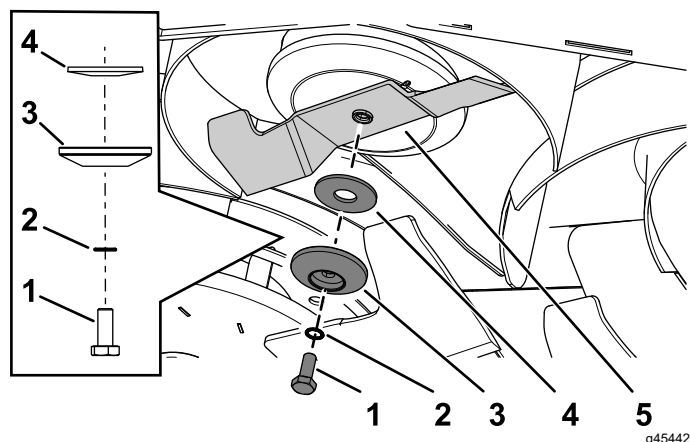

図 104
2. スピンドルシャフトからブレードボルト、鋸歯ワッシャ、ブレードリテーナ、湾曲ワッシャ、ブレードを取り外す 図 104。